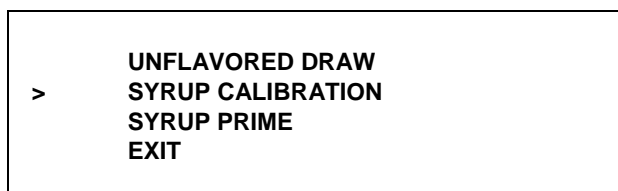

Figura 44
2. Pressione o símbolo AUTOMÁTICO  ou SABOR OPCIONAL  para movimentar a seta até SYRUP CALIBRATION (CALIBRAR COBERTURA). (Veja a Figura 44.)